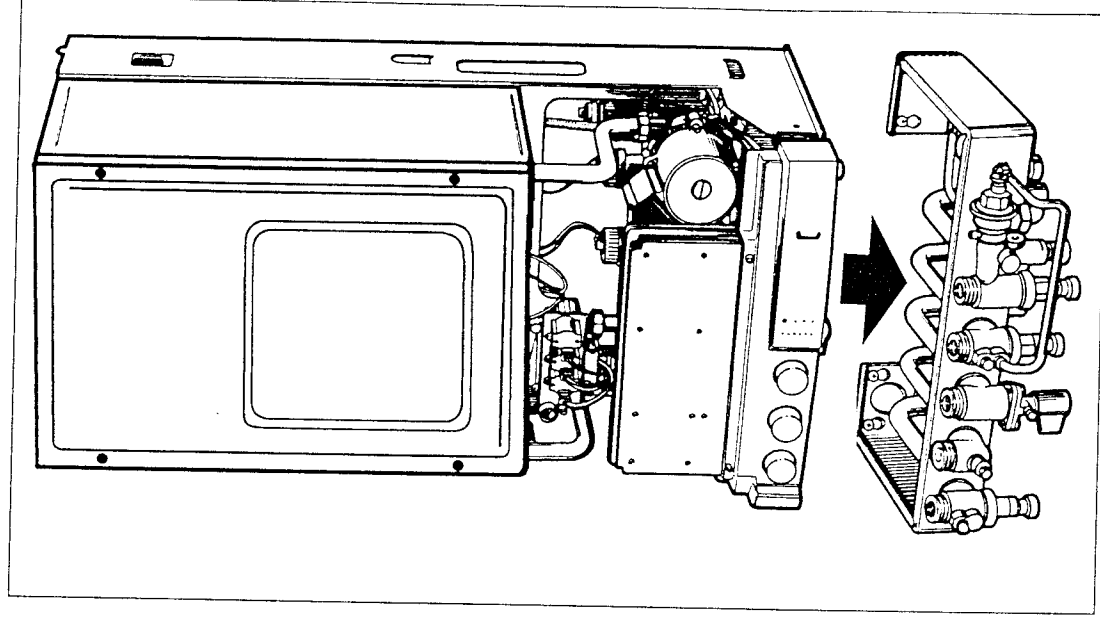

Fig. 10
- Présenter la chaudière au dessus de la barrette, la laisser descendre en appui sur celle-ci (fig. 10).
- Mettre en place les différents joints, "G" (caoutchouc) sur le gaz, le joint-filtre eau "F" sur l'eau froide, et serrer les raccords des tubes de liaison en commençant par le tube gaz (fig. 10 a).
Fig.10 a